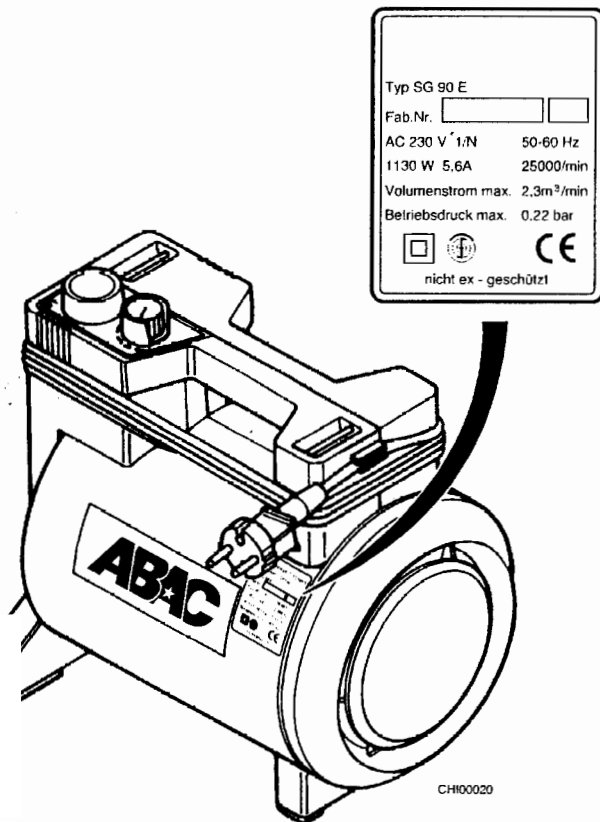

Abb. 1
**HINWEIS** Tragen Sie die auf Ihrem Gerät auf dem Typschild angegebene Fabrik-Nr. in Abbildung 1 ein. Bewahren Sie die Betriebsanleitung und die beigelegte CE-Konformitätserklärung unbedingt auf.